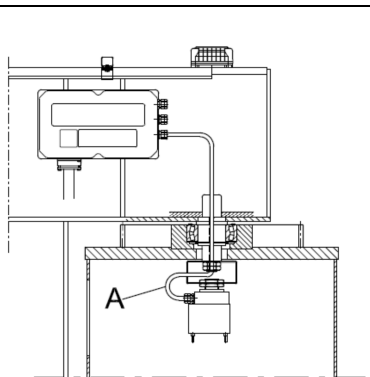

fig.39
1. Collegare al quadro elettrico di comando rotazione il cavo **A** più corto del collettore rotante facendolo passare attraverso il foro del perno di rotazione solidale con il braccio. (fig.39)